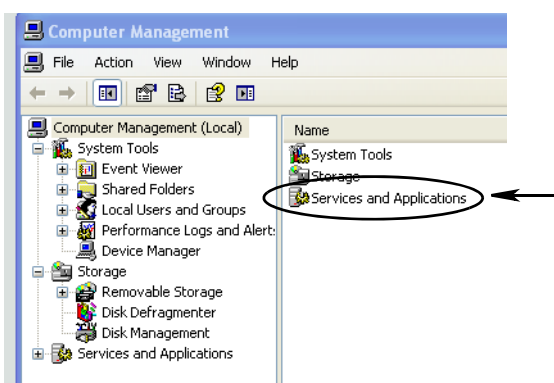

FIG. 54
- b. Haga doble clic en Servicios y aplicaciones (Fig. 54).